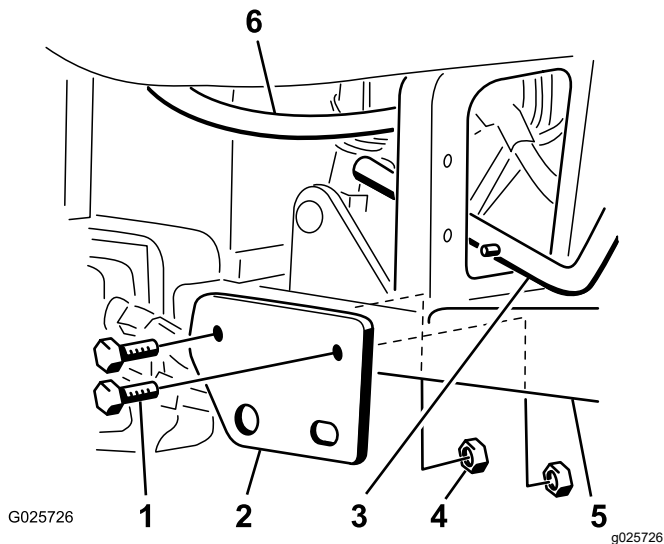

图 2
5. 使用 2 个螺栓 1/2 x 3-1/4 英寸和薄锁紧螺母 1/2 英寸将松土耙升降手柄总成的安装支架安装到右脚踏板管道上如图 2 所示。
注意 液压管线和升降手柄总成之间必须至少有 3 毫米 1/8 英寸的间隙。根据需要轻轻放置液压管线图 2。